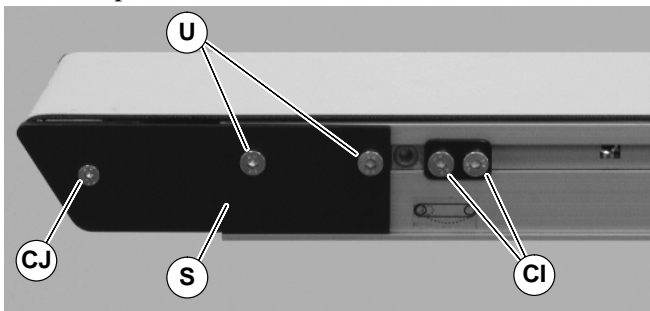

Abbildung 54
2. Auf einer Seite des Förderbandes mit einem 3 mm und 4 mm Innensechskantschlüssel die Befestigungsschrauben der vorderen Deckplatte entfernen (CJ u. U siehe Abbildung 54) und die vordere Deckplatte abnehmen (S).
4. Nach dem Austauschen der Lager -die vordere Deckplatte wieder installieren (S siehe Abbildung 54). Mit einem 3 mm Sechskantschlüssel (1) eine Befestigungsschraube (CJ) mit 3,4 Nm festziehen. Zwei (2) Befestigungsschrauben (U) lose lassen, damit der Gurt gespannt werden kann.